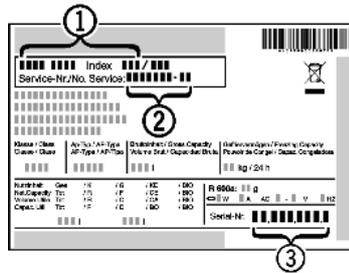

Fig. 59
- ▶ Gerätebezeichnung Fig. 59 (1), Service-Nr. Fig. 59 (2) und Serial-Nr. Fig. 59 (3) vom Typenschild ablesen. Das Typenschild befindet sich an der linken Geräteinnenseite.